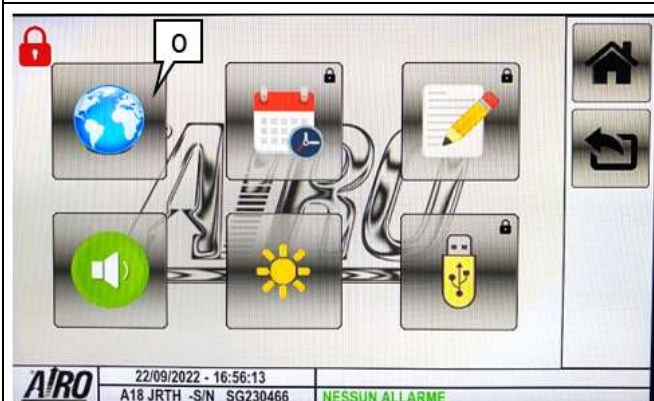

Figura 12
Per **IMPOSTARE LA LINGUA DEL DISPLAY**, dopo avere premuto il pulsante (M) si arriva alla pagina mostrata in Figura 12. Premere il pulsante (O) per entrare nella pagina in cui selezionare una delle lingue disponibili (riquadro P). Confermare la scelta col pulsante (T), quindi uscire: col pulsante (S) si ritorna alla schermata precedente, col pulsante HOME (R) si ritorna alla schermata iniziale con le icone allarmi.